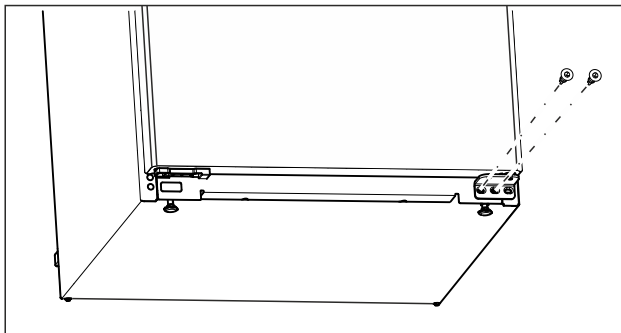

Fig. 10
- Csavarja ki az alsó csapágybakon a középső csavart Torx 20 csavarhúzóval. (lásd Fig. 10)
- Csavarja ki az alsó csapágybakon a belső csavart Torx 20 csavarhúzóval. (lásd Fig. 10)